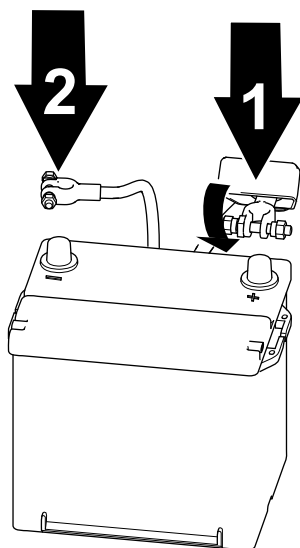

図 58
1. プラス+ケーブルをバッテリーに接続し、クランプナットで接続する 図 58。
2. マイナス-ケーブルをバッテリーに接続し、クランプナットで接続する 図 58。